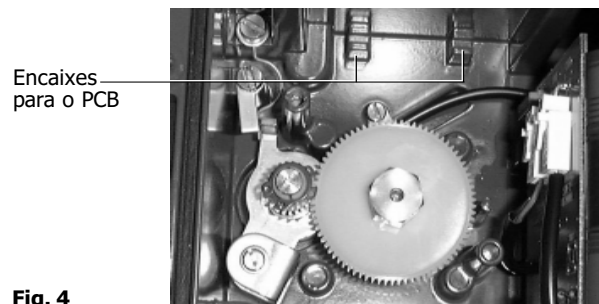

Fig. 4
4.2.4 Coloque o bordo do PCB nos dois encaixes na base da caixa do SP2 (ver Fig. 4).